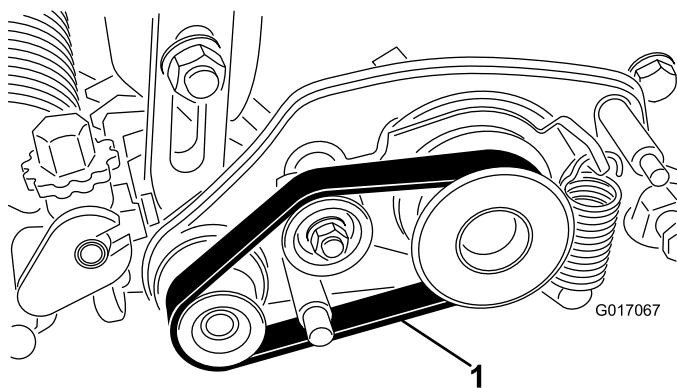

Figura 14
30. Inserite la cinghia sulla puleggia motrice, sulla puleggia tendicinghia e sulla puleggia condotta come mostrato in Figura 14.